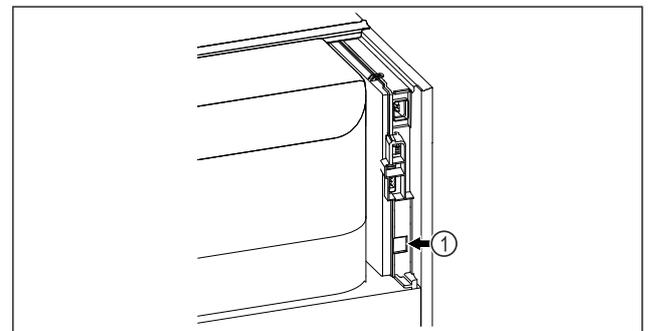

Fig. 59
- Le SmartModule Fig. 59 (1) est installé.